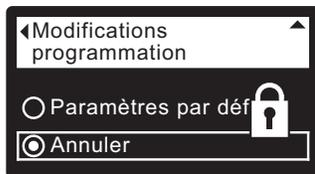

FIG. 40
8. Appuyez sur le bouton de DROITE (▶) : un cadenas clignotant apparaît (cf. Figure 40).
- 1-7. Allez à l'écran **Modifications programmation** (Figure 40) à l'aide des étapes 1-7 à gauche.